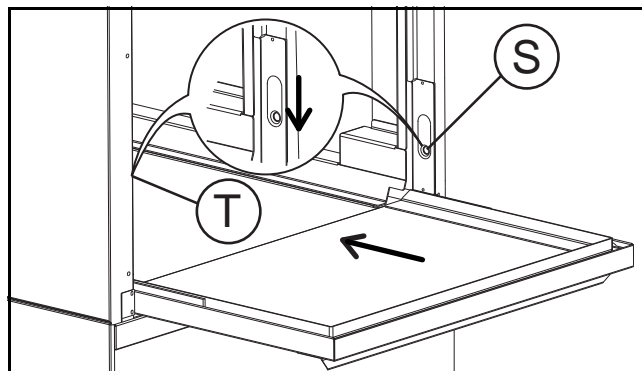

Figura 24 Vuelva a colocar la puerta
- Vuelva a colocar la puerta (Figura 24):